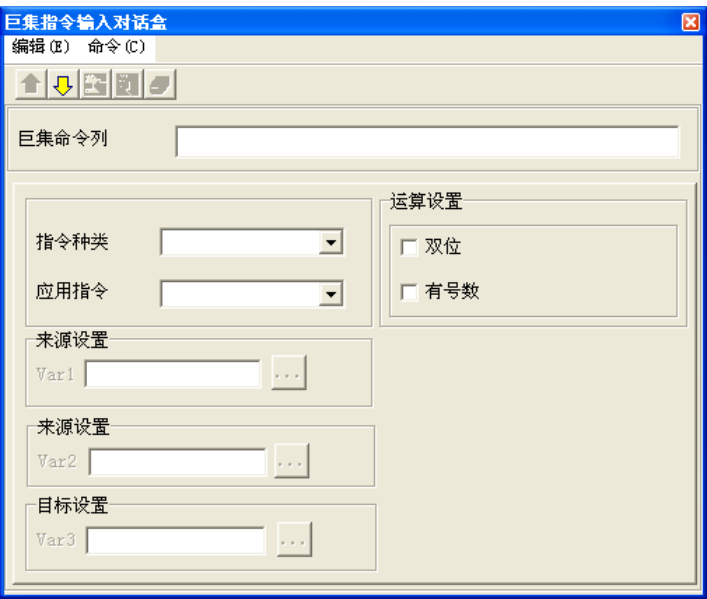

图 5-13 巨集输入对话框
用户可以直接在编辑器输入巨集指令码，可单击 **编辑 (E) > 使用巨集输入对话框**，或是单击图示工具栏上的按钮，开启巨集输入对话框，如图 5-13。